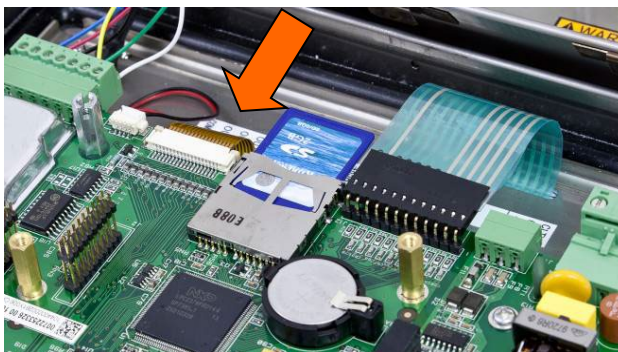

Figura 5-9: Inserción de la tarjeta de memoria SD
1. Interrumpa la energía del terminal e inserte la tarjeta de memoria SD si aún no está instalada. Consulte la Figura 5-9 para ver la ubicación de la tarjeta de memoria SD.